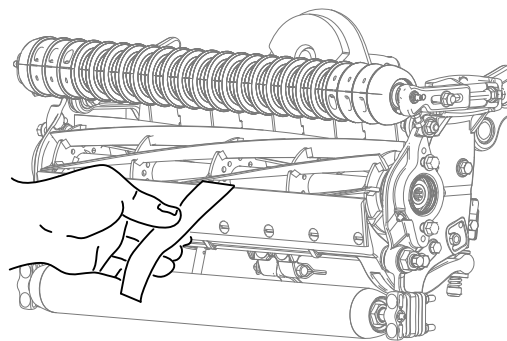

图10
12. 在滚刀与底刀间插入一长条 Toro 剪切性能纸，纸要与底刀垂直，检测剪切性能（图10）。